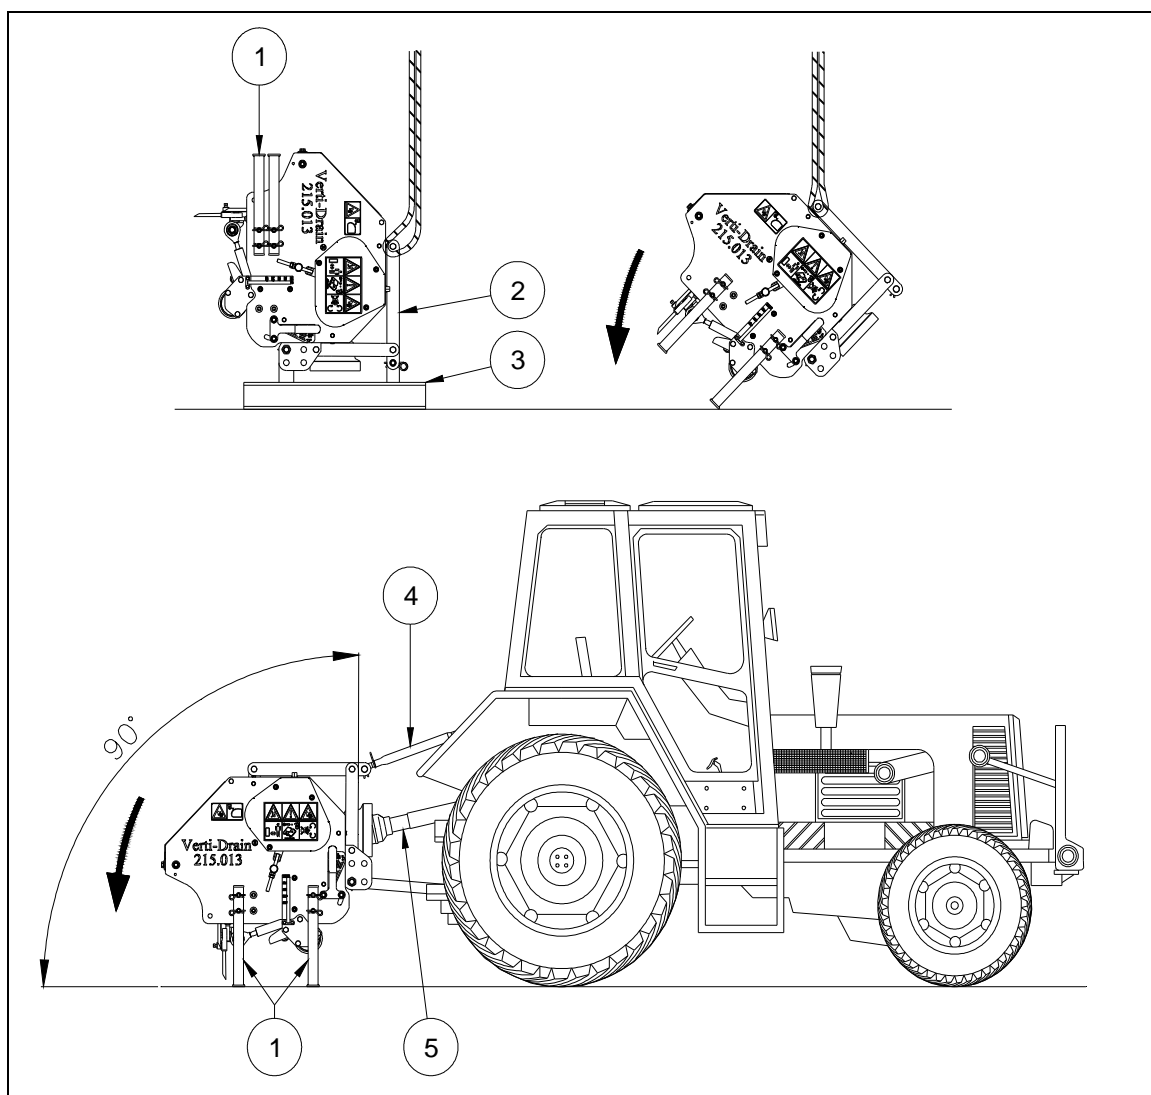
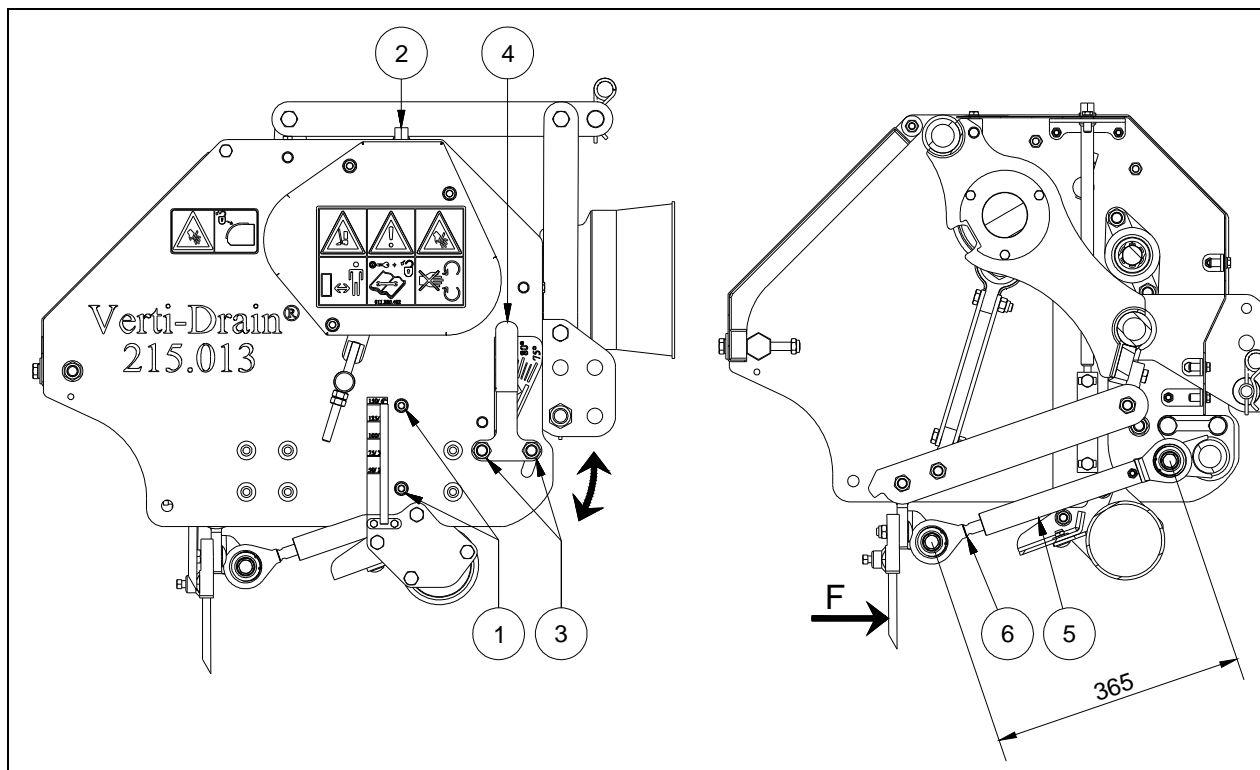

Fig. 8
Fig. 10
La machine est fixée à la verticale sur la palette. Pour enlever la palette et mettre la machine à l'horizontale sur le sol, procédez comme suit (voir fig. 8) :
Pour ajuster la profondeur de travail (voir fig. 10) :
Pour régler l'angle de pesée (voir fig. 10):
1. Dévissez d'un tour les écrous (3) du réglage d'angle.
2. Vissez (4) les broches au moyen du levier dans l'angle de pesée souhaitée.
3. Revissez les écrous (3) du réglage d'angle.
- A 90 degrés, les broches sont à la verticale dans le sol uniquement lorsque la machine est correctement installée, voir fig. 8. Si cela n'est pas le cas, une force F, qui endommage la machine, peut apparaître (voir fig. 10).
- La longueur de la barre de traction constituée (5) doit mesurer 365 mm (14,4") ; la barre peut être calibrée au moyen de rondelles (6).
- Si le Verti-Drain® n'est pas correctement installé à l'arrière du tracteur, voir fig.8, des angles de prise de force différents peuvent causer des vibrations dans la transmission de la machine. Ces vibrations peuvent endommager la machine et entraîner des trous dans le sol.